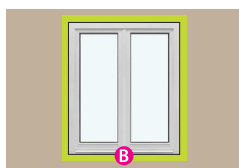

Fig. 12
6. Udlig frirummet mellem vinduet/dørkarmen og væggen langs omkredsen, så den samme afstand fra karmen til åbning er lig på alle sider (se fig. 12).